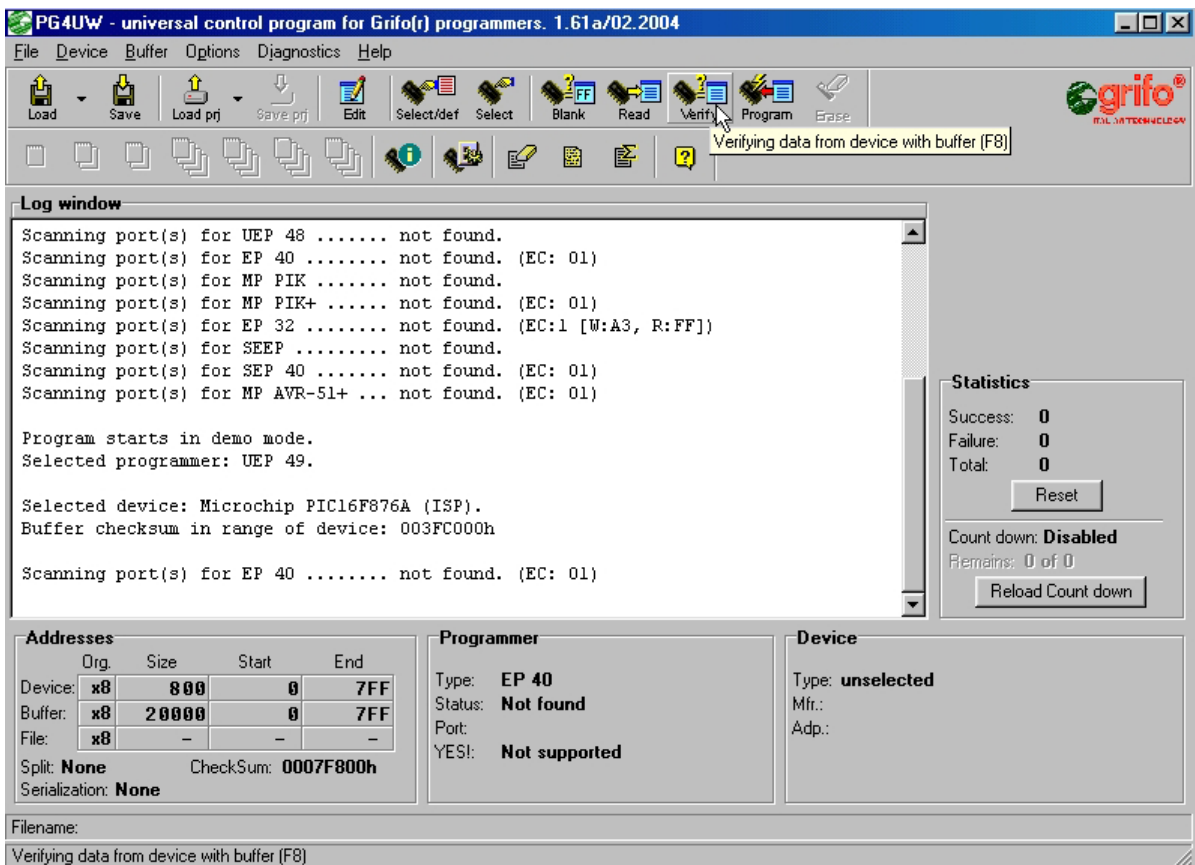

FIGURA 13: MENU PER LA VERIFICA DELLA MEMORIA DEL DISPOSITIVO
- Potete confrontare il contenuto attuale del buffer con i dati appena scritti nel dispositivo da programmare mediante il menu Device/Verify o premendo il tasto <F8>. Si prega di fare riferimento alla figura 13.